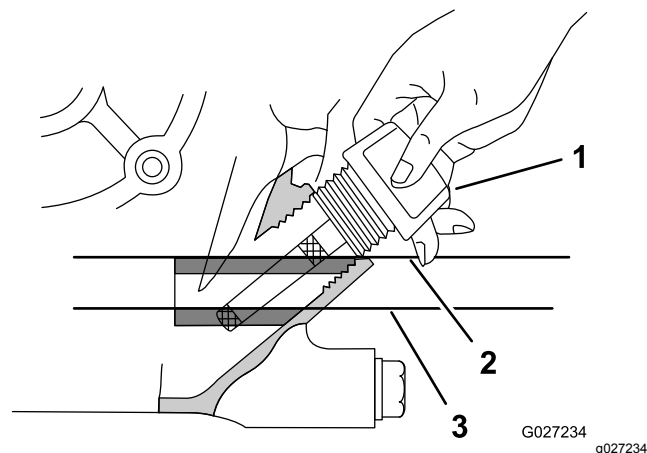

Figure 14
4. Sortez la jauge du moteur et essuyez-la sur un chiffon propre (Figure 14).
5. Insérez la jauge dans le moteur, comme montré à la Figure 14.
6. Sortez la jauge du goulot de remplissage et vérifiez le niveau de liquide dessus (Figure 14).
Remarque: Le niveau d'huile moteur doit recouvrir la zone hachurée sur la jauge (Figure 14).
8. Serrez la jauge à la main dans le goulot de remplissage (Figure 14).